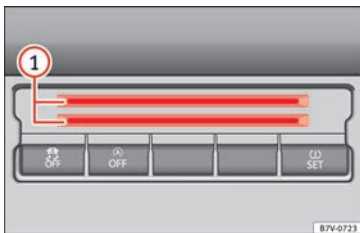

Abb. 180 In der unteren Mittelkonsole: Kartenhalter.
Im unteren Bereich der Mittelkonsole befindet sich ein Ablagefach » **Abb. 180** ① zur Ablage von Münzen, Karten, Parkscheinen oder Ähnlichem.